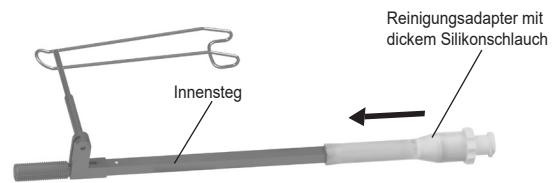
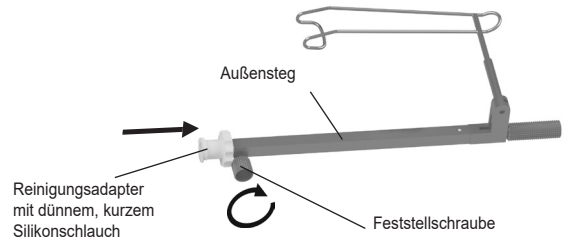

Abb. 4
Abb. 5
- Montieren Sie die Reinigungsadapter (G-36610) gemäß Abb. 4 und Abb. 5:
- Den Reinigungsadapter mit dickem Silikonschlauch schieben Sie auf den Innensteg (Abb. 4).
- Den Reinigungsadapter mit dünnem, kurzem Silikonschlauch stecken Sie bis zum Anschlag in den Außensteg und sichern ihn durch vorsichtiges Festdrehen der Feststellschraube (Abb. 5).